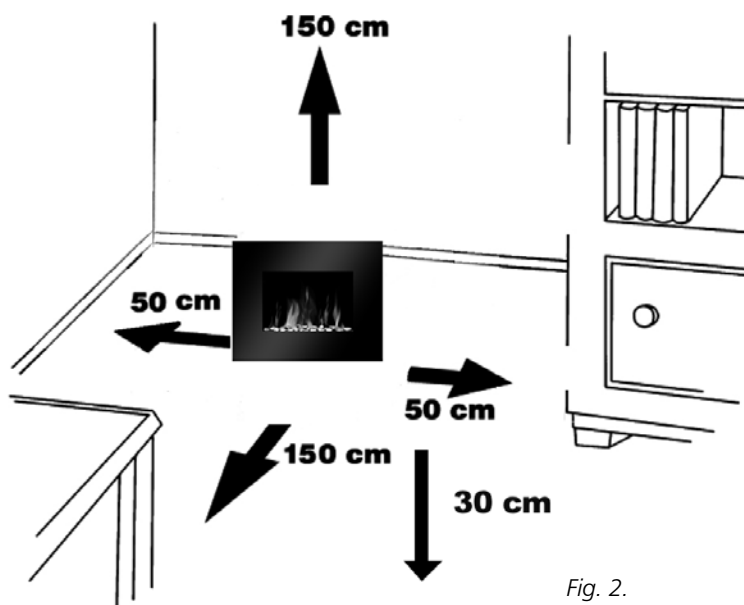

Fig. 2.
- Minimumsafstande skal overholdes (se fig. 2).